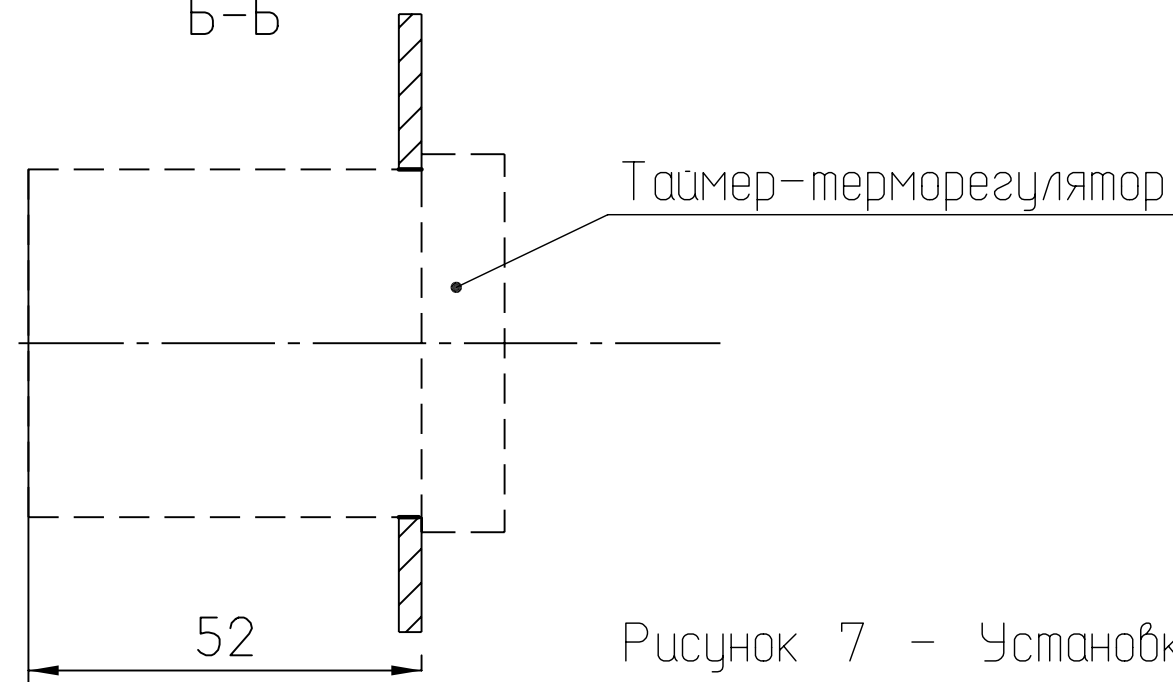

Рисунок 7 - Установка таймера-терморегулятора
3.4.3 На панели переключателей (рисунок 7), размечается место для таймера-терморегулятора. В размеченном месте выполнить окно для установки и отверстия для крепления таймера-терморегулятора деталями поз.30, 31, 36.